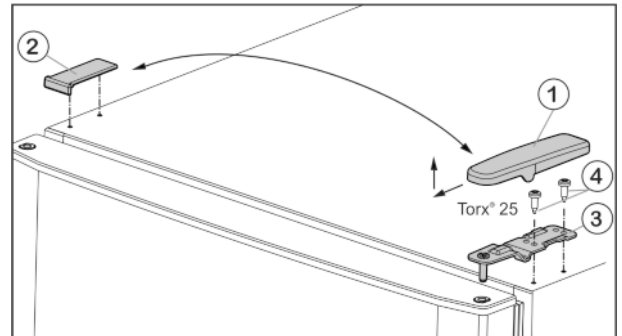

Fig. 5
- ▶ Потяните крышку Fig. 5 (1) вперед и вверх.
- ▶ Снимите крышку Fig. 5 (2).
- ▶ Открутите верхний опорный кронштейн Fig. 5 (3) (2 шт. Torx® 25) Fig. 5 (4) и поднимите вверх.
- ▶ Установите верхний опорный кронштейн Fig. 5 (3) на новой стороне шарнира и защелкните в дверце.
- ▶ Привинтите верхний опорный кронштейн (с моментом 4 Нм) (2 шт. Torx® 25) Fig. 5 (4). При необходимости используйте аккумуляторный шурупверт.
- ▶ Наденьте и защелкните крышку Fig. 5 (1) на противоположной стороне снаружи.
- ▶ Также наденьте сверху и защелкните крышку Fig. 5 (2) на противоположной стороне.